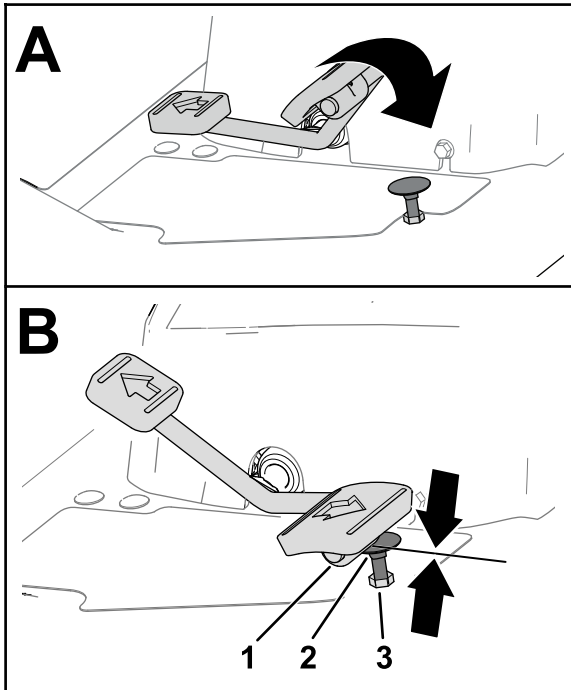
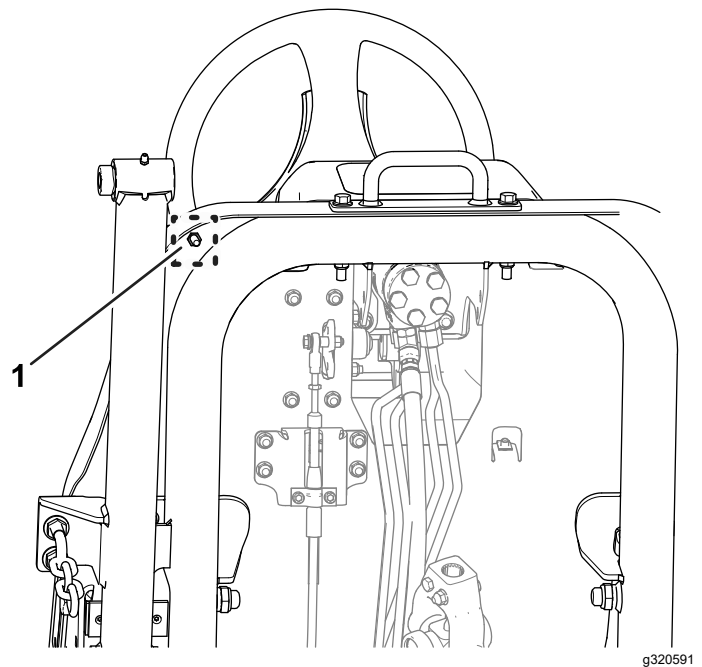

Figure 77
Figure 78
1. Poussez complètement la pédale de déplacement en avant (Figure 77).
- A. Bloquez la butée de la pédale de déplacement (Figure 77) avec une clé.
- B. Desserrez l'écrou de blocage au bas du repose-pied (Figure 78).
- C. Poussez complètement la pédale de déplacement en position avant (Figure 77).
- D. Tout en maintenant la butée de la pédale de déplacement, réglez l'écrou de blocage situé au-dessus du repose-pied (Figure 77) jusqu'à ce que la pédale touche la butée.
- F. Tout en maintenant la butée de la pédale de déplacement, serrez l'écrou de blocage au bas du repose-pied (Figure 77 et Figure 78) à un couple de 37 à 45 N·m.